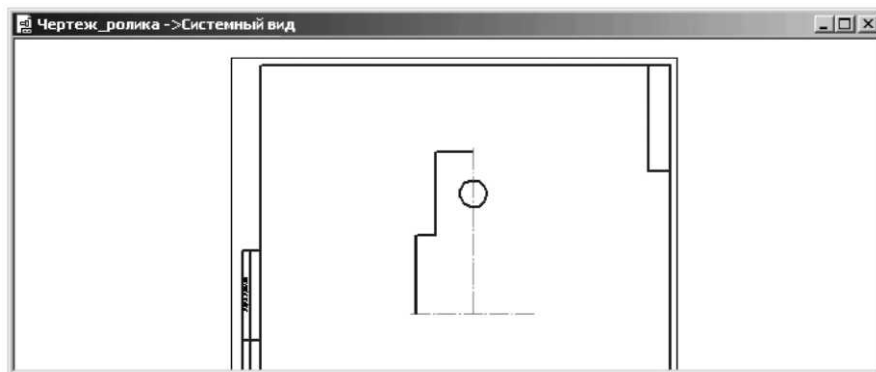

Рисунок 3.7 Вікно креслення з результатом побудови окружності
– уведіть у поле **Радиус** значення радіуса окружності рівне 9 (мм), тому що по призначенню це поле активно, а потім натисніть клавішу **Enter** для фіксації уведення. З'явиться окружність (рис.3.7);